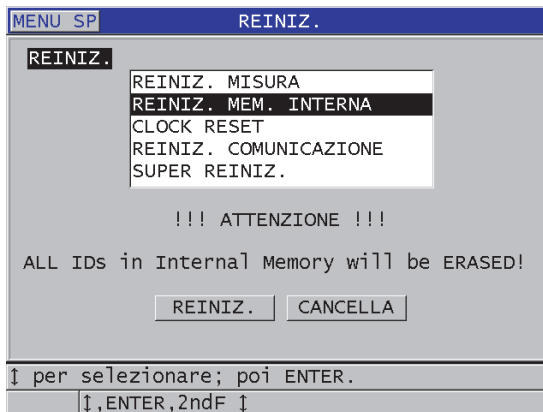

Figura 11-22 Messaggio di avvertimento visualizzato durante la reinizializzazione delle misure
3. Nella schermata **REINIZ.** (vedi Figura 11-22 a pagina 222):